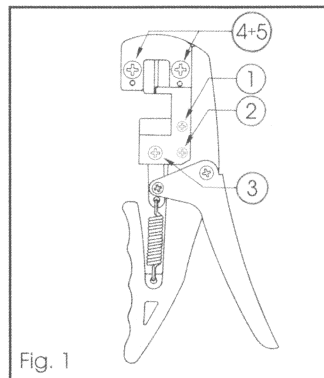
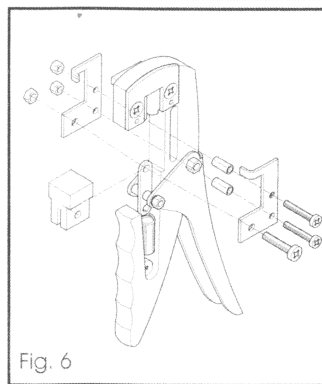

Fig. 1
Fig. 6
- 1) Allentare le viti 1-2-3 del carrello mobile (fig. 1).
- 2) Svitare completamente le viti 4-5 insieme al porta lama (fig. 1).
- 1) Svitare completamente le viti 1-2-3 del carrello mobile (fig. 1 + fig. 6).
- 1) Loosen screws 1-2-3 on the mobile carriage (fig. 1).
- 2) Complete unscrew screws 4-5 and the blade holder (fig. 1).
- 1) Completely unscrew screws 1-2-3 on the moving carriage (fig. 1 + fig. 6).
- 1) Die Schrauben 1-2-3 des beweglichen Wagens (Abb. 1) lockern.
- 2) Die Schrauben 4-5 zusammen mit dem Klingenhalter ganz lösen (Abb. 1).
- 1) Die Schrauben 1-2-3 des beweglichen Wagens ganz lösen (Abb. 1 + Abb. 6).
- 1) Aflojar los tornillos 1-2-3 del carro móvil (fig. 1).
- 2) Aflojar totalmente los tornillos 4-5 y el portahoja (fig. 1).
- 1) Destornille completamente los tornillos 1-2-3 del carro móvil (fig. 1 + fig. 6).
- 1) Desserrez les vis 1-2-3 de la partie mobile (fig. 1).
- 2) Devisssez complètement les vis 4-5 avec le porte-lame (fig. 1).
- 1) Dévisser complètement les vis 1-2-3 du chariot mobile (fig. 1 + fig. 6).